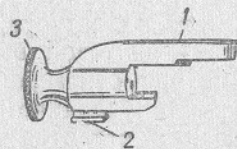

Рис. 17. Курок:
16. Курок (рис. 17) служит для постановки ударника на боевой и предохранительный взводы. Он имеет: